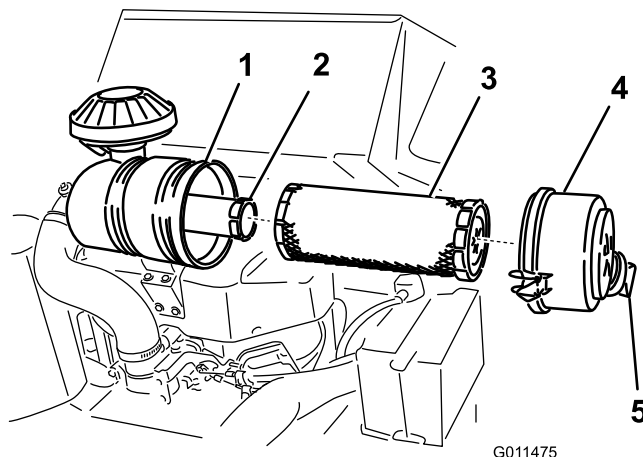

Figura 33
3. Rilasciare i dispositivi di fermo del filtro dell'aria e togliere il coperchio dal corpo del filtro (Figura 33).
1. Estraete con cautela il filtro primario dal corpo del filtro dell'aria (Figura 33). Non urtate il filtro contro il corpo.
4. Se sostituite il filtro di sicurezza, fate scorrere delicatamente il nuovo filtro nel corpo del filtro (Figura 33).
5. Montate con cautela il filtro primario sul filtro di sicurezza (Figura 33). Verificare che sia inserito a fondo, premendo sul bordo esterno del filtro mentre lo si inserisce.
6. Montate il coperchio del filtro dell'aria con lo scodellino parapolvere orientato come illustrato nella Figura 33, quindi fissate i dispositivi di fermo.